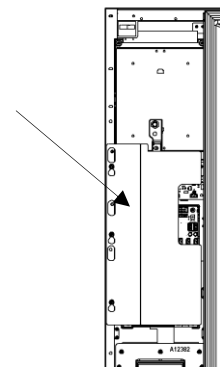

Fig. 3
- Retire las abrazaderas del arnés y las ataduras de cables que retienen el arnés de la puerta a la puerta. Retire la cubierta del sistema de control donde corresponda (Fig. 3) y desconecte los enchufes del arnés de la puerta del tablero de control.